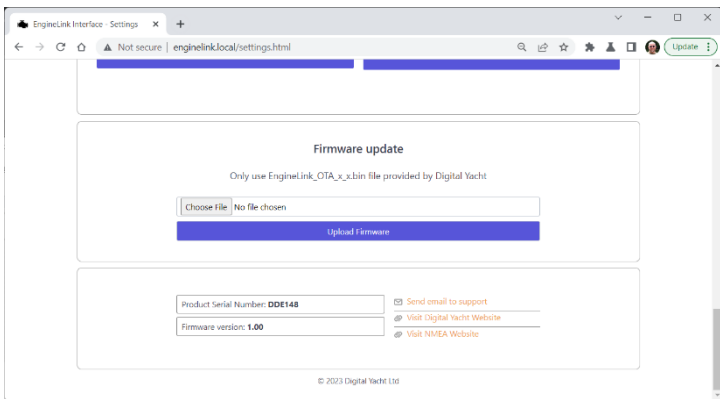

Abbildung 16
- Firmware-Update und Über-Informationen (Abb. 16)
Unten auf der Settings-Seite (siehe Abb. 16) finden Sie Angaben zur Firmware-Version von EngineLink. Wir versuchen, Firmware-Updates zu vermeiden, aber manchmal ist es notwendig, um einen Fehler zu beheben oder eine wichtige neue Funktion hinzuzufügen. Sie können die Versionsnummer hier einsehen, um zu sehen, welche Firmware auf Ihrem Gerät läuft und dann auf der Support-Website von Digital Yacht nachsehen, ob es Updates gibt.